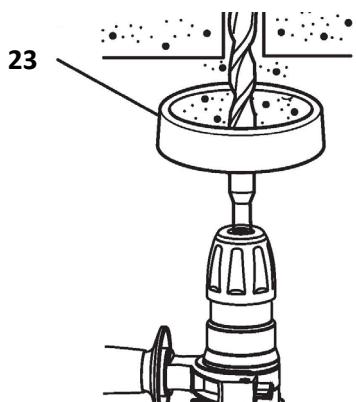

Рис.7
- Установите на бур пылезащитную насадку **(23)** (пыльник патрона) (Рис.7) из комплекта изделия и приступите к сверлению. В процессе перфорирования запрещается прикладывать большое усилие к перфоратору, его необходимо только слегка направлять. Повышенное усилие не увеличивает силу удара, а только создает ненужные дополнительные нагрузки электродвигателю! Для получения максимальной производительности в процессе сверления с ударом следует работать на максимальной частоте вращения шпинделя перфоратора.